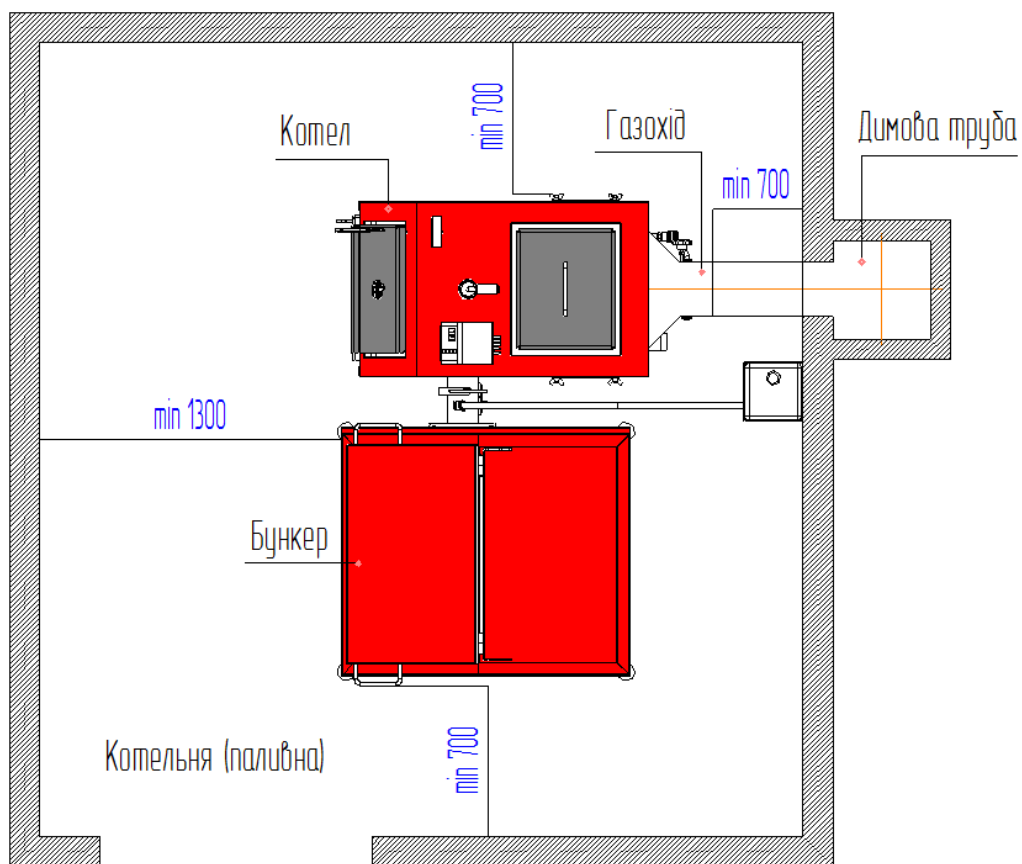

Рис.5 Схема встановлення котла в котельній (паливній)
- 8.1.2** Котел постачається в зібраному вигляді і не потребує спеціального фундаменту, однак необхідно встановити його на рівну горизонтальну поверхню з негорючих матеріалів. Під час встановлення котла необхідно забезпечити доступ до нього таким чином, щоб стіни котельної (паливної) не заважали завантаженню палива, чистці топки котла, а також доступу до вентилятора та бункера подачі палива (див Рис.5).